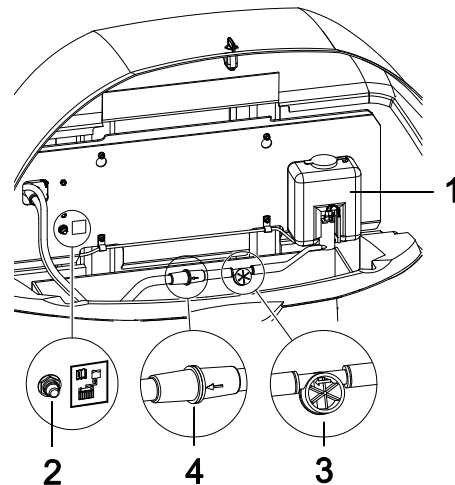

Figura 6-5. Añadir agua a las baterías
- Desconectar y limpiar el **filtro (4)** (ver Figura 6-5.) invirtiendo la dirección normal del flujo del agua.